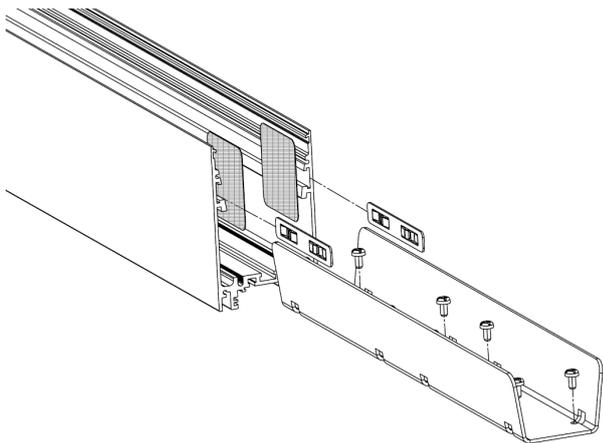

Рис.1
3. Установите скобу соединительную 350мм— 1 шт, Пластина—фиксатор— 2 шт в пазы светильника, как показано на Рис. 1 в с. На стыки светильников, поверх соединительных пластин, наклейте черную пленку с двух сторон
- Извлеките из алюминиевого корпуса светильника рассеиватель и отражатель со светодиодами (Рисунок 1);